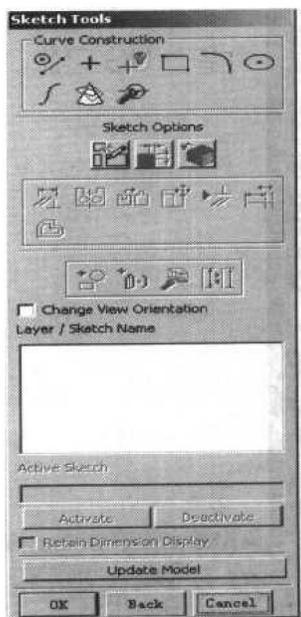

图 1-3
5. 绘制正方形。在曲线工具条上选择  按钮，打开“Sketch Tools”对话框，如图 1-3 所示。